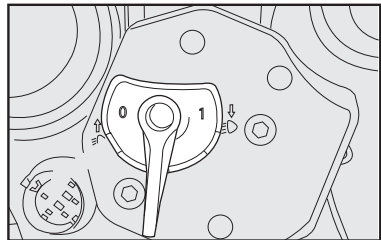

fig. 121
**Posição entre 0 e 1-fig. 121** - com veículo com carga intermediária.